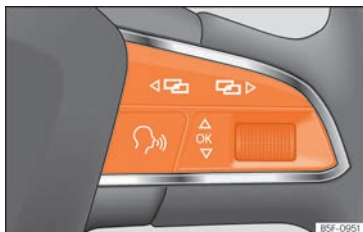

Fig. 81 Volant multifonction : touches pour utiliser les menus du combiné d'instruments.
Lorsqu'un message d'avertissement de priorité 1 **» page 83** s'affiche, aucun menu n'est accessible. Certaines alertes peuvent être confirmées et masquées en appuyant sur la touche **OK** du volant multifonction **» fig. 81**.
- Si le système affiche un message ou le pictogramme d'un véhicule : appuyez sur la touche **OK** **» fig. 81** plusieurs fois si nécessaire.
- Pour changer de menu, utilisez les touches **◀** ou **▶** **» fig. 81**.
» fig. 81 ou patientez quelques secondes jusqu'à ce que le menu ou le message d'information s'ouvre automatiquement.
- Dans le menu affiché, faites tourner la molette droite du volant multifonction **» fig. 81** jusqu'à ce que l'option de menu désirée soit sélectionnée. L'option s'affiche en surbrillance.
- Appuyez sur la touche **OK** **» fig. 81** pour réaliser les modifications désirées. Une marque indique l'activation de la fonction ou du système concerné.
Appuyez sur la touche **◀** ou **▶** **» fig. 81**.